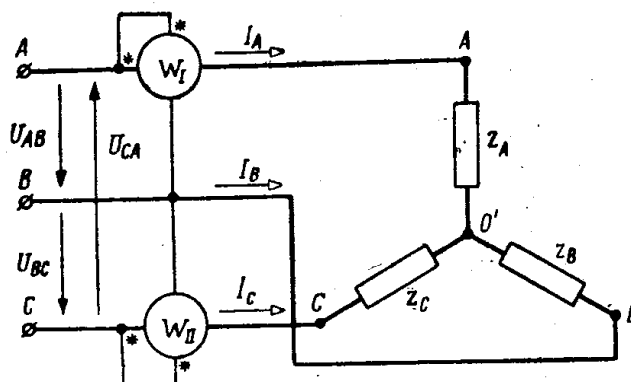

Рисунок 2
3. Активная мощность приемника измеряется по методу двух ваттметров (рис. 2). Линейные напряжения $U_{AB} = U_{BC} = U_{CA} = 220$ В, а полные сопротивления фаз приемника $Z_A = Z_B = Z_C = 50$ Ом. Определить показание второго ваттметра, если показание первого ваттметра равно нулю. (Ответ: $P_2 = 484$ Вт)